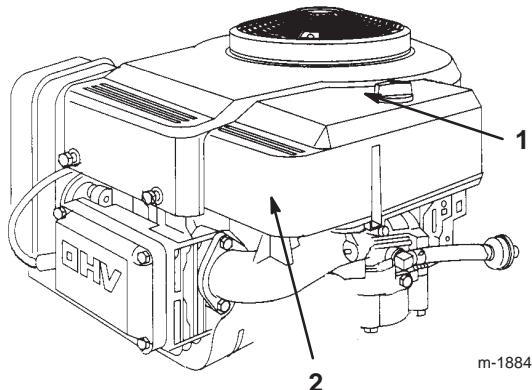

Bild 20
8. Schrauben Sie die Verschluss schraube los und entfernen Sie die Luftfilterabdeckung (Bild 20).
4. Bringen Sie die Luftfilterabdeckung und Verschlusssschraube an (Bild 20).